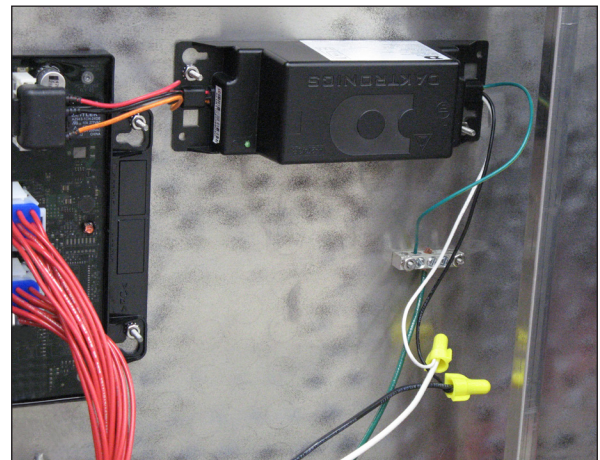

Figure 7: Raccordement de l'alimentation
2. Utilisez des serre-fils ou autre matériel approprié pour raccorder les câbles d'alimentation au faisceau d'alimentation, comme indiqué en **Figure 7**.
3. Raccordez le câble de « ground » de la source d'alimentation à la barre de mise à la terre, comme indiqué en **Figure 7**.